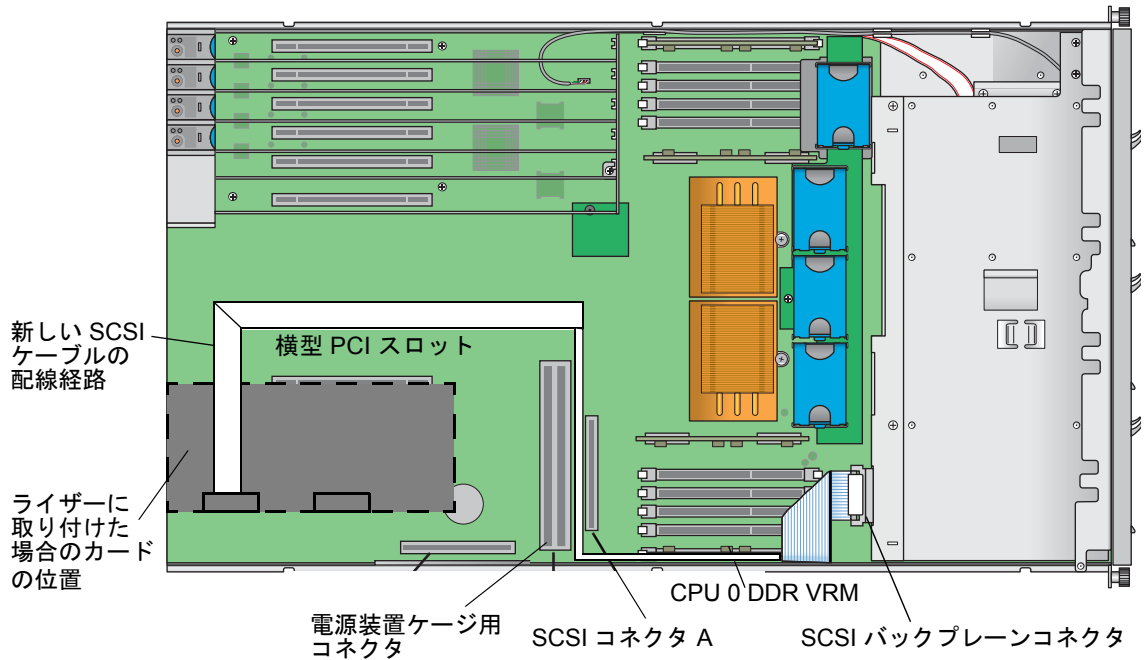

図 4-10 SCSI 信号ケーブルおよびコネクタ (更新リリースの Sun Fire V40z サーバー)
3. マザーボードの SCSI コネクタ A および SCSI バックプレーンから、サーバーの SCSI 信号ケーブルを外します。詳細は、図 4-10 を参照してください。
図 4-10 に、更新リリースのサーバー (シャーシ PN 380-1206) での、SCSI コネクタ A の場所を示します。この図には、背面ファンケーシング構成部品および電源装置ケーシングは示されていません。この更新されたシャーシでは、SCSI 信号ケーブルをシャーシの側壁に沿って配線し、マザーボードの下を通しません。
5. 新しい SCSI 信号ケーブルをシャーシの中に入れ、図 4-10 に示す経路に沿ってゆったりと配線します。
6. 新しい SCSI 信号ケーブルの「SCSI BKPLN」のラベルが付いた方の端を、SCSI バックプレーンコネクタに差し込みます。コネクタの場所については、図 4-10 を参照してください。
7. この新しい SCSI 信号ケーブルを、CPU 0 DDR VRM の後ろを通して、シャーシの側面に沿って配線します。詳細は、図 4-10 を参照してください。
8. 次に、この新しい SCSI 信号ケーブルを SCSI コネクタ A と電源装置ケーシングコネクタの間を通して配線します。詳細は、図 4-10 を参照してください。
9. さらに、この新しい SCSI 信号ケーブルを横型 PCI スロットと平行に配線して、ライザーに取り付けられている LSI MegaRAID カードの上部で折り曲げます。詳細は、図 4-10 を参照してください。
10. 新しい SCSI 信号ケーブルの「SCSI CNTRLR BOARD」のラベルが付いたもう一方の端を、LSI MegaRAID カードの背面 SCSI コネクタ (チャンネル 0) に差し込みます。コネクタの場所については、図 4-10 を参照してください。